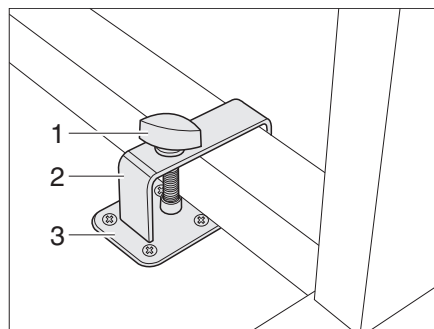
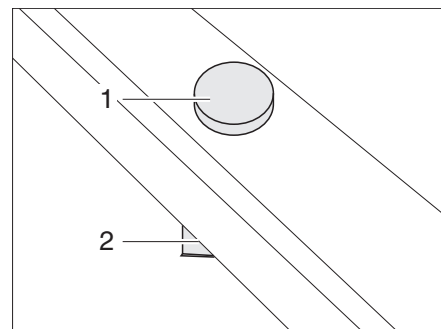

Fig. 55 Bloqueo mesa abatible con armazón metálico
Fig. 56 Bloqueo mesa abatible con armazón de plástico
- Colocar la mesa abatible junto a la sujeción (Fig. 55,3) o sobre la sujeción (Fig. 56,2).
- Colocar el estribo (Fig. 55,2) con el tornillo de sujeción (Fig. 55,1) sobre la pata de la mesa.
- Desplazar el estribo y de ser necesario la mesa abatible de tal manera que el tornillo de sujeción (Fig. 55,1 ó Fig. 56,1) pueda atornillarse en la sujeción (Fig. 55,3 ó Fig. 56,2).